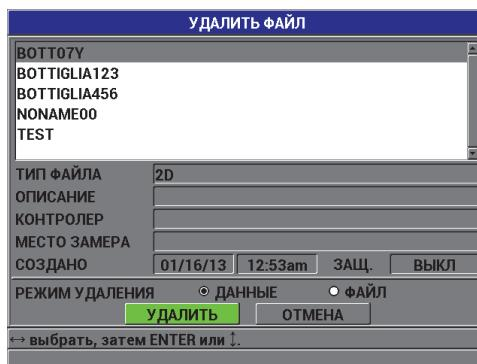

Рис. 7-12 Экран УДАЛИТЬ ФАЙЛ
2. В окне УДАЛИТЬ ФАЙЛ (см. Рис. 7-12 на стр. 137) выберите файл, который вы хотите удалить.